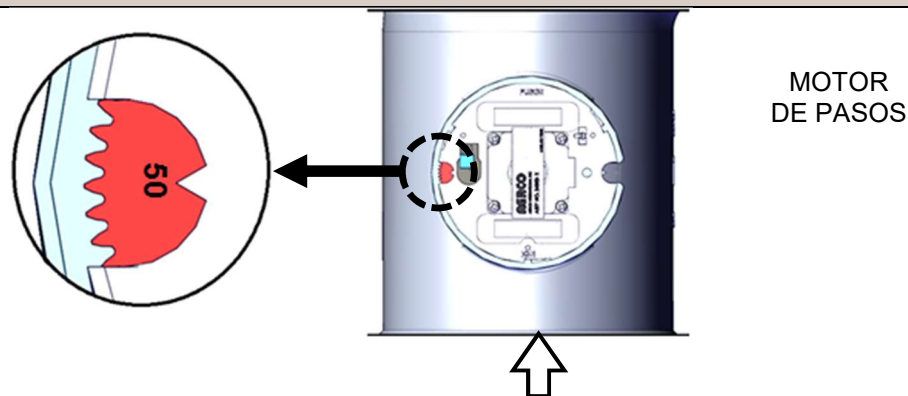

Figura 3-4: Válvula de aire-combustible en posición de Encendido
- a. La válvula de aire-combustible rota a la posición de flama baja (Posición de Encendido) y cierra el interruptor de encendido. El disco de la válvula de aire-combustible marcará entre **45 y 50** (ver Figura 3-4) para indicar que la válvula está en la posición de flama baja.